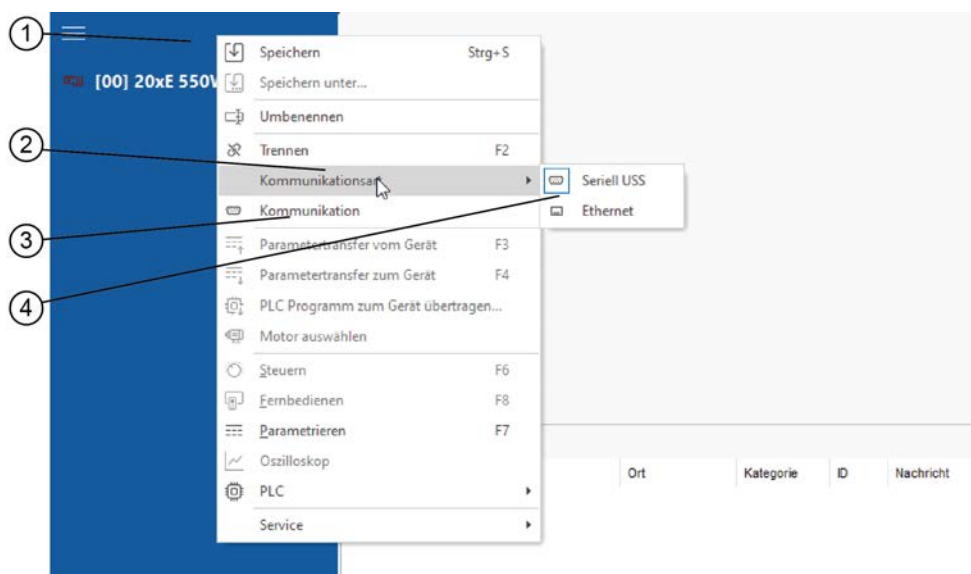

Abbildung 13: Schnittstelle für Kommunikation wählen
1. Mit einem Rechtsklick auf die blaue Fläche auf der linken Seite des Fensters (Abbildung 13/1) das Kontextmenü aufrufen.
2. Mit der Maus auf den Menüpunkt „Kommunikationsart“ (Abbildung 13/2) fahren.
3. Gewünschte Schnittstelle (Abbildung 13/4) auswählen und mit einem Klick auf den Menüpunkt die Einstellung vornehmen.
4. Ist die gewünschte Schnittstelle korrekt gewählt, mittels Klick auf den Menüpunkt „Kommunikation“ (Abbildung 13/3) das Konfigurationsfenster öffnen.